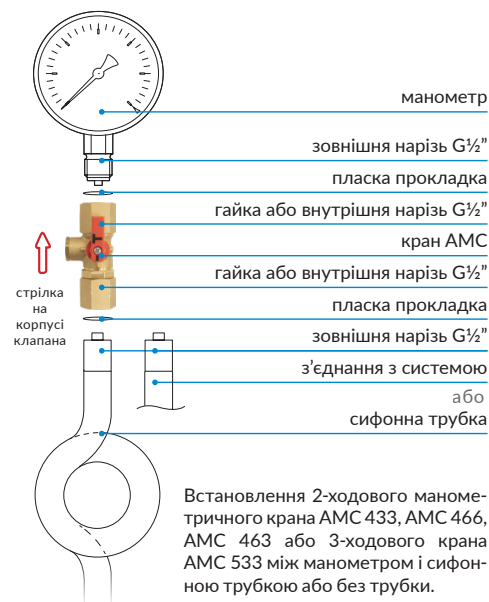
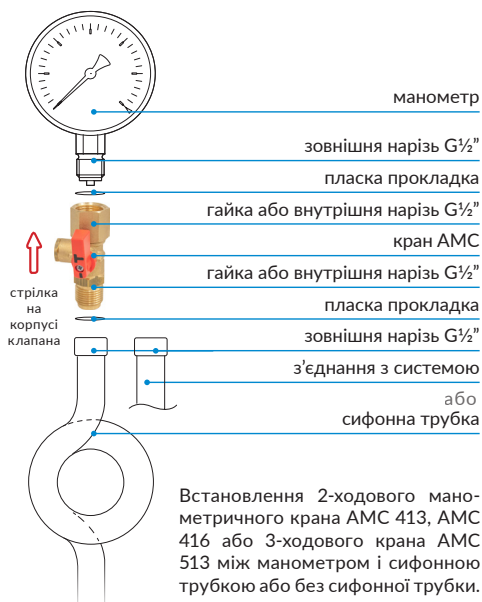

Рис. 5. Сифонна трубка або зовнішня нарізь з боку системи
Рис. 6. Сифонна трубка або внутрішня нарізь з боку системи
2. Встановіть кран відповідно до стрілки на корпусі (Рис. 5 і Рис. 6).